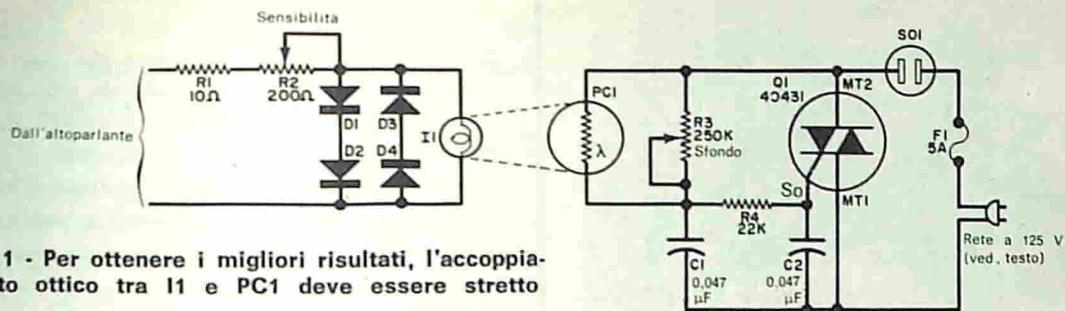

Fig. 1 - Per ottenere i migliori risultati, l'accoppiamento ottico tra I1 e PC1 deve essere stretto
**Costruzione** - Il circuito (fig. 1) può essere montato come si vede nella fig. 2, con i controlli R3 (Sfondo) e R2 (Sensibilità) montati su un lato e la presa di rete (SO1) ed i cordoni di rete ed audio sull'altro lato. Nel montaggio illustrato nella fig. 2, il circuito è stato realizzato su due basette d'ancoraggio a cinque terminali.